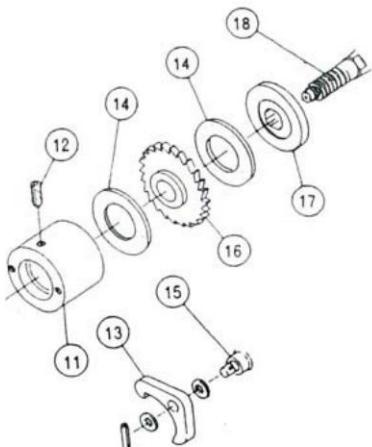

Рис. 8
- Б) Когда тормозной диск лебедки изнашивается с 3,5мм до 2,6 мм, его необходимо заменить. (см. рис. 8)
- При сборке уделяйте особое внимание к поверхности соприкосновения между дисками и их соседними трущимися частями. Там не должно быть воды и смазки. Тормозной механизм должен быть чистым и сухим. Очистите с помощью щетки резьбовую часть щетки трещотки(11) и шестерни (18). Резьбовую и шестеренную часть можно смазать машинным маслом для лучшего хода, а также для быстрого изменения характеристик торможения. При сборке трещотки убедитесь что все ее детали (11, 16, 17) сухие и чистые. Если детали трещотки изношены, ее следует заменить. Шрифт собачки и собачка не должны быть в ржавчине и других отложениях, данные детали следует смазать машинным маслом.